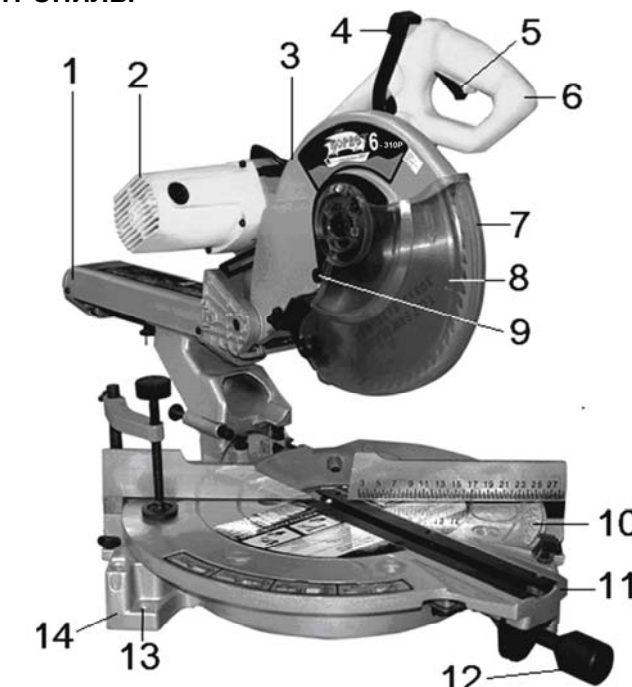
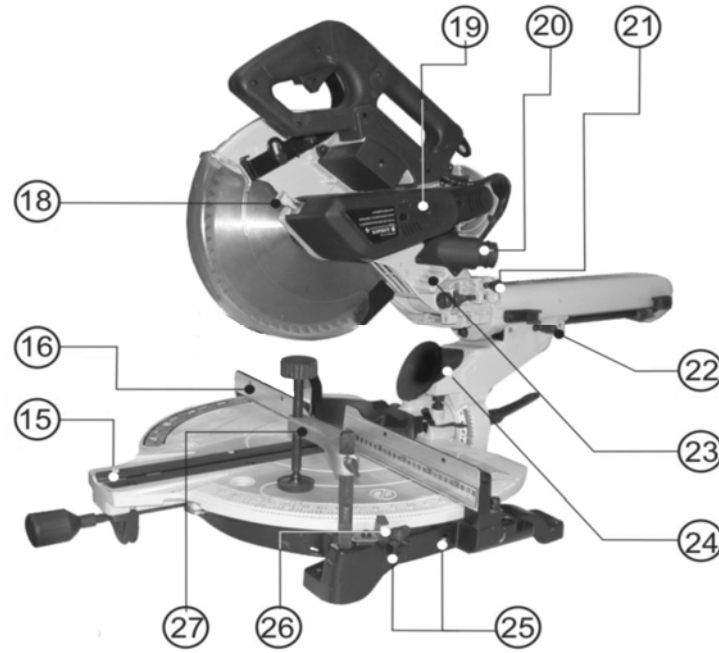
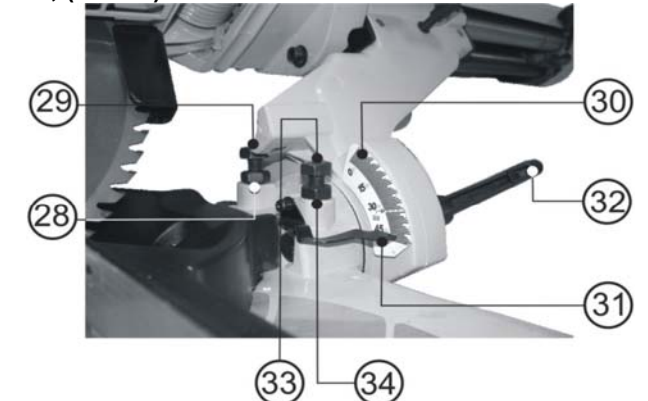
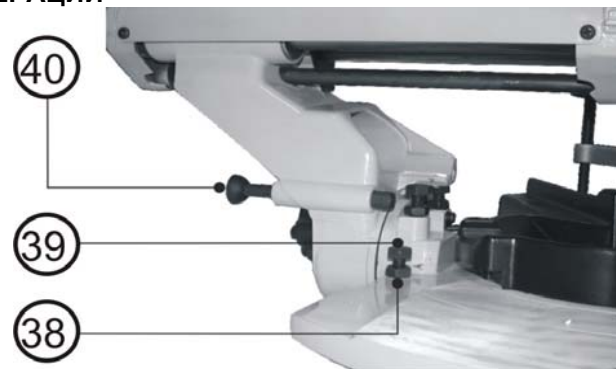

Рис. 2
Рис. 3
Рис. 4
Рис. 6
- Нажмите на рукоятку (6), Рис. 2, перемещения пилы вниз и отведите штифт блокировки пилы в нижнем положении (21), Рис. 3, в крайнее заднее положение.
**ВНИМАНИЕ:** Штифт блокировки пилы в нижнем положении (21), Рис. 3, применяется только для блокировки пилы при ее транспортировании, а не при пилении.
- 8.2.1. Сожмите металлические выступы зажимного хомута мешка и наденьте его на выходной патрубок (20), Рис. 3.
- 8.3.1. Установите горловину пылесборника в патрубок опоры (24), Рис. 3, ниже режущей головки.
- 8.4.2. Вставьте выдвижную опору в отверстия (25), Рис. 3, станины (14), Рис. 2.
- 8.4.3. Затяните винт фиксации выдвижной опоры (26), Рис. 3.
- 9.1. Необходимо надежно закрепить пилу болтами на верстаке. С этой целью основание пилы имеет четыре отверстия (13), Рис. 2. Это обеспечит устойчивость пилы и безопасность её эксплуатации, предотвратит возможность травматизма.
### 11.1. Установка ограничительного упора наклона на 90° и на 45°, (Рис. 4)
11.1.1. Для установки ограничительного упора наклона на 90° переместите каретку режущей головки (1), Рис. 2, в крайнее заднее положение и затяните ручку фиксации перемещения каретки (22), Рис. 3. Установите на рабочий стол угольник. Ослабьте фиксирующую гайку (34) и заверните болт (33), Рис. 4, на два оборота по часовой стрелке. Ослабьте ручку фиксации угла наклона (32), Рис. 4., и переместите режущую головку вправо до упора диска в угольник. Установите режущую головку под углом 90° к столу, добившись прилегания всей плоскости диска к угольнику. Затяните ручку фиксации угла наклона (32), Рис. 4. Выверните болт (33), Рис. 4, против часовой стрелки до его соприкосновения с ограничительным упором наклона. Затяните фиксирующую гайку (34), Рис. 4.
Ослабьте ручку фиксации угла наклона (32), Рис. 4. и переместите режущую головку до ограничительного упора наклона влево, а затем до ограничительного упора наклона вправо. Затяните ручку фиксации угла наклона (32), Рис. 4. Еще раз проверьте правильность регулировки угольником (при необходимости повторите регулировку). Установите указатель угла наклона (31), Рис. 4, на "0°" шкалы наклона (30), Рис. 4, винтом фиксации указателя. 11.1.2. Установку ограничительного упора наклона на 45° проводите после его установки на 90°. Для установки ограничительного упора наклона на 45° переместите каретку режущей головки (1), Рис. 2, в крайнее заднее положение и затяните ручку фиксации перемещения каретки (22), Рис. 3. Ослабьте ручку фиксации угла наклона (32), Рис. 4, и переместите режущую головку влево до соприкосновения ограничительного упора наклона с болтом (29), Рис. 4. Ослабьте контргайку (28) и болтом (29) подрегулируйте угол 45°. Регулируйте до совмещения указателя угла наклона (31) и отметки 45° на шкале наклона (30), Рис. 4. Затяните контргайку (28), Рис. 4.
12.1.1. Для жесткого удержания заготовки всегда пользуйтесь вертикальной струбциной (27), Рис. 3. Для вертикальной струбцины имеются шесть отверстий в станине. Вертикальная струбцина (27), Рис. 3, устанавливается в отверстия станины (14), Рис. 2. Вставьте стержень вертикальной струбцины в отверстие станины на задней стороне фронтального упора. Установите вертикальную струбцину в соответствии с размером и формой заготовки и зафиксируйте ее с помощью зажимного винта.
13.1.1. Пила позволяет производить поперечное пиление под углом 90° и косое пиление до 48° влево или вправо (по показаниям шкалы). Для выполнения косого пиления ослабьте фиксацию поворотного стола поворотом ручки фиксации поворотного стола (12), Рис. 2, против часовой стрелки. Поверните поворотный стол (11), Рис. 2, до положения, когда указатель рабочего стола совпадает с требуемым углом на угловой шкале (10), Рис. 2. Имеются фиксированные положения поворотного стола 0°, 15°, 22,5°, 31,6° и 45°. Крепко зафиксируйте поворотный стол вращением ручки фиксации поворотного стола (12), Рис. 2, по часовой стрелке. Зажмите заготовку вертикальной струбциной (27), Рис. 3.
Зафиксируйте каретку режущей головки (1), Рис. 2, в крайнем заднем положении ручкой фиксации перемещения каретки (22), Рис. 3. Включите выключатель, нажмите рычаг блокировки защитного кожуха диска, чтобы опустить режущую головку вниз. Дождитесь, пока диск наберет максимальную скорость. Прилагая усилие в плоскости вращения диска, нажимайте на рукоятку, опустите ее до нижнего положения. После окончания пиления выключите пилу и дождитесь ПОЛНОЙ ОСТАНОВКИ ДИСКА, перед тем как вернуть диск в верхнее положение.
13.2.1. С помощью этой пилы можно пилить с левым наклоном под углом от -3° до 50° (по показаниям шкалы). Снимите горловину пылеотсоса. Отпустите ручку фиксации угла наклона (32), Рис. 4, и установите заданный угол наклона. Для его сохранения снова затяните ручку фиксации угла наклона. Зажмите заготовку вертикальной струбциной (27), Рис. 3. Зафиксируйте каретку режущей головки (1), Рис. 2, в крайнем заднем положении ручкой фиксации перемещения каретки (22), Рис. 3. Включите пилу, после чего нажмите рычаг блокировки защитного кожуха диска, чтобы опустить режущую головку вниз.
**Примечание:** Для пиления плитуса пила снабжена специальным устройством наклонного пиления под углом 33,9°. Если необходим этот угол, отпустите ручку фиксации угла наклона (32), Рис. 4, и установите блокировочную шпильку (40), Рис. 6, на регулировочный болт (39), Рис. 6, с контргайкой (38), Рис. 6. Затяните ручку фиксации угла наклона (32), Рис. 4.